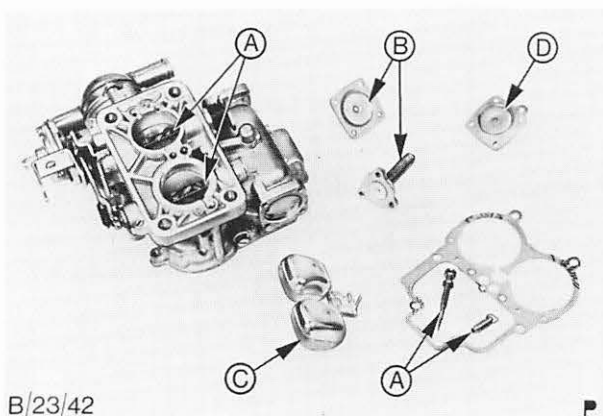

Abb. 70 Zu prüfende Teile:
11. Vergasergehäuse und Einzelteile überprüfen. Abb. 70 zeigt die wichtigsten Teile, die überprüft werden sollen: